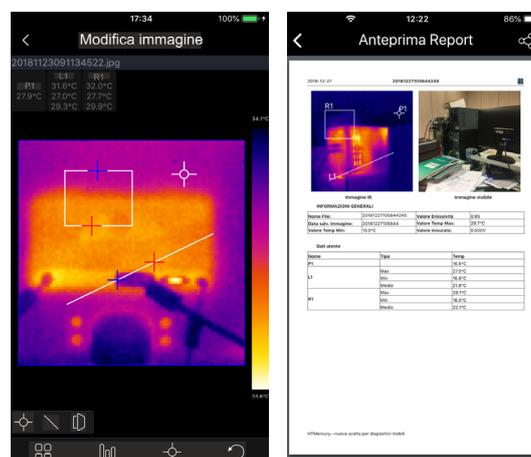

Fig. 21: Applicazioni dell'APP HTMercury
1. Premere il tasto **ESC**/ per attivare il modo Manuale. I valori di temperatura restano fissi all'interno di una cornice con sfondo grigio e il simbolo  è mostrato a display (vedere Fig.21 – parte sinistra)
2. Premere il tasto **▲** per impostare il valore di temperatura superiore. La seguente videata (vedere Fig.21 – parte centrale) è mostrata a display
4. Selezionare il tasto virtuale "" per cancellare il valore, premere il tasto **T** per fissare ogni valore e selezionare il tasto virtuale "**Enter**" per confermare il valore (ex: 35.0°C nella Fig. 21 – parte centrale) e uscire dall'impostazione
6. La visualizzazione dell'oggetto in modo Manuale è mostrata nella Fig. 21 – parte destra